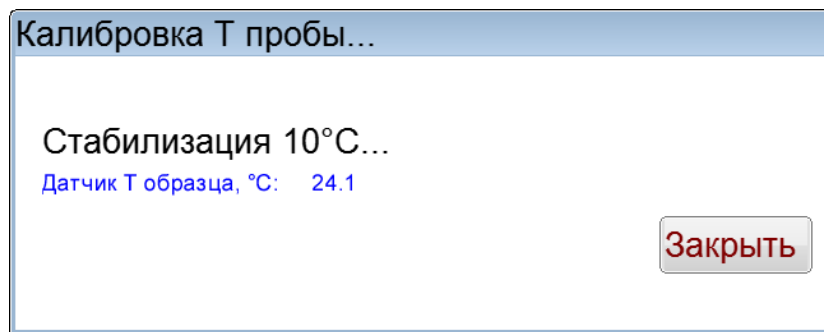

Рисунок 35 – Стабилизация 10°C
5.6.10 Нажать кнопку **[Калибровать]**, после чего откроется окно «Стабилизация Т пробы», в котором будет отображен статус «Стабилизация 10°С» (рисунок 35).